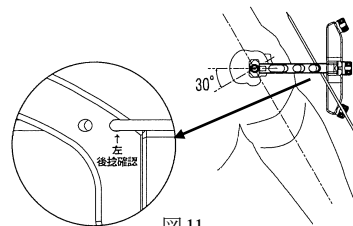

図 11
- 12) TD アームのガイドピンホールにガイドピンを刺入し、前腕を指標に骨頭 30° 後捻を確認します。(図 11)